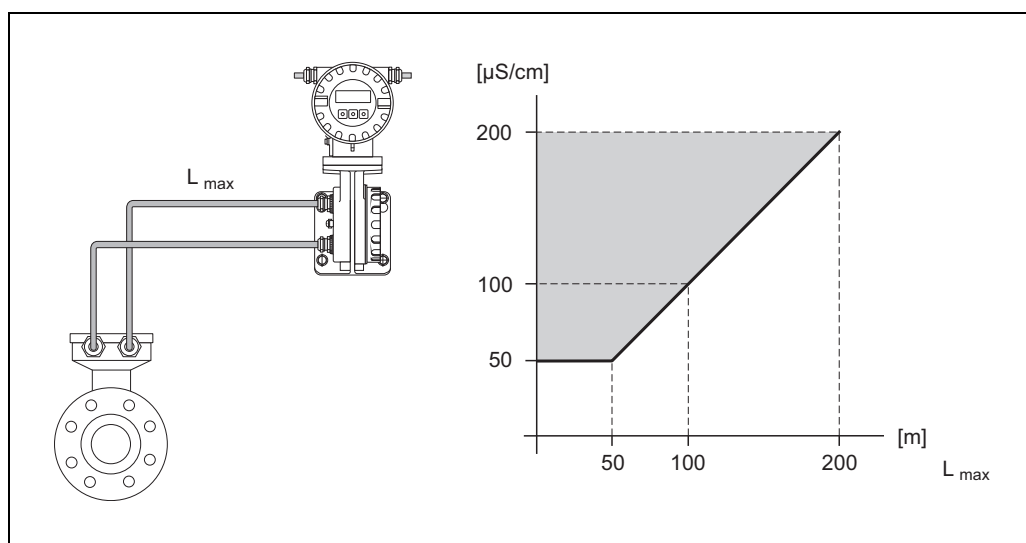

図 16: 分離型変換器の許容ケーブル長さ
- 許容ケーブル長さ ($L_{\max}$) は流体導電率によって決まります (→図 16)。導電率は、どの流体も最低 50 $\mu\text{S}/\text{cm}$ は必要です。